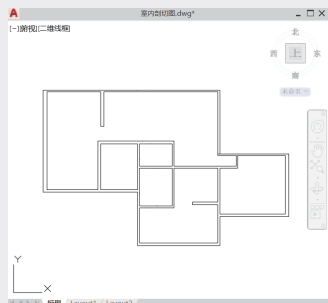

图3-180
- 05 将导出的文件在AutoCAD中打开，如图3-180所示。